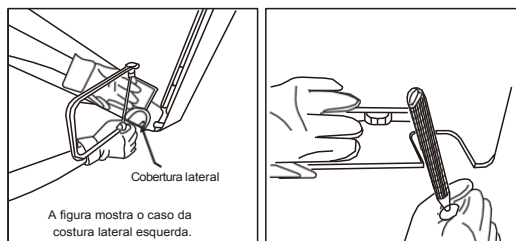

Fig. 2
4. Tubagem inferior ou lateral (ver Fig. 2)